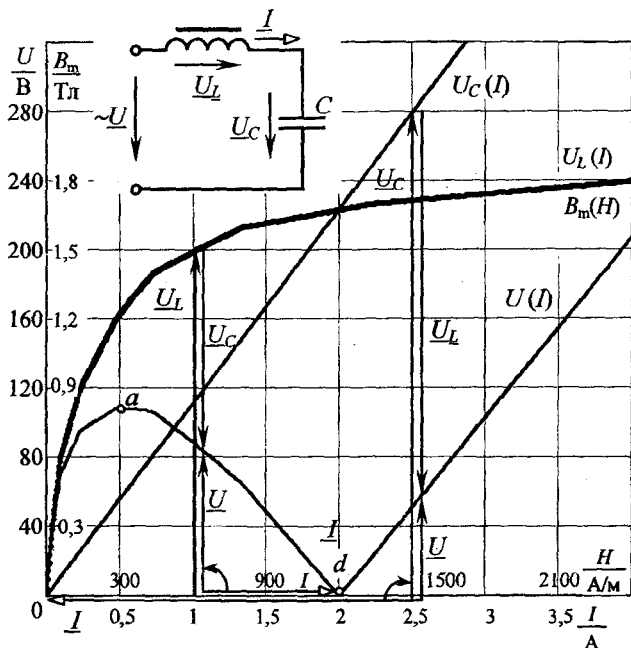

Рис. 2.9
**Задача 2.11.** Катушка с ферромагнитным сердечником и конденсатор емкостью  $C = 28,5$  мкФ соединены последовательно и питаются синусоидальным напряжением частотой  $f = 50$  Гц (рис. 2.9). Число витков катушки  $w = 300$ , площадь поперечного сечения сердечника  $S = 20$  см2, длина магнитной линии  $l = 0,5$  м. Кривая намагничивания материала сердечника задана табл. 2.4 (для  $H$  приведены действующие значения).
$$U_L = 4,44 fwSB_m \quad (\text{рис. 2.9})$$
Из диаграммы  $U(I)$  (рис. 2.9) находим ток при феррорезонансе напряжений (точка  $d$ )